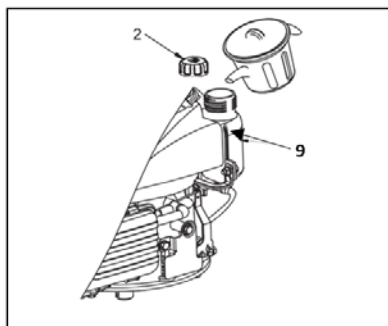

Fig. 5
1. Scoateti capacul de combustibil (2).
2. Adaugati combustibil in partea de jos a limitei de nivel de combustibil la gatul rezervorului de combustibil (9). (Vezi Fig. 5)